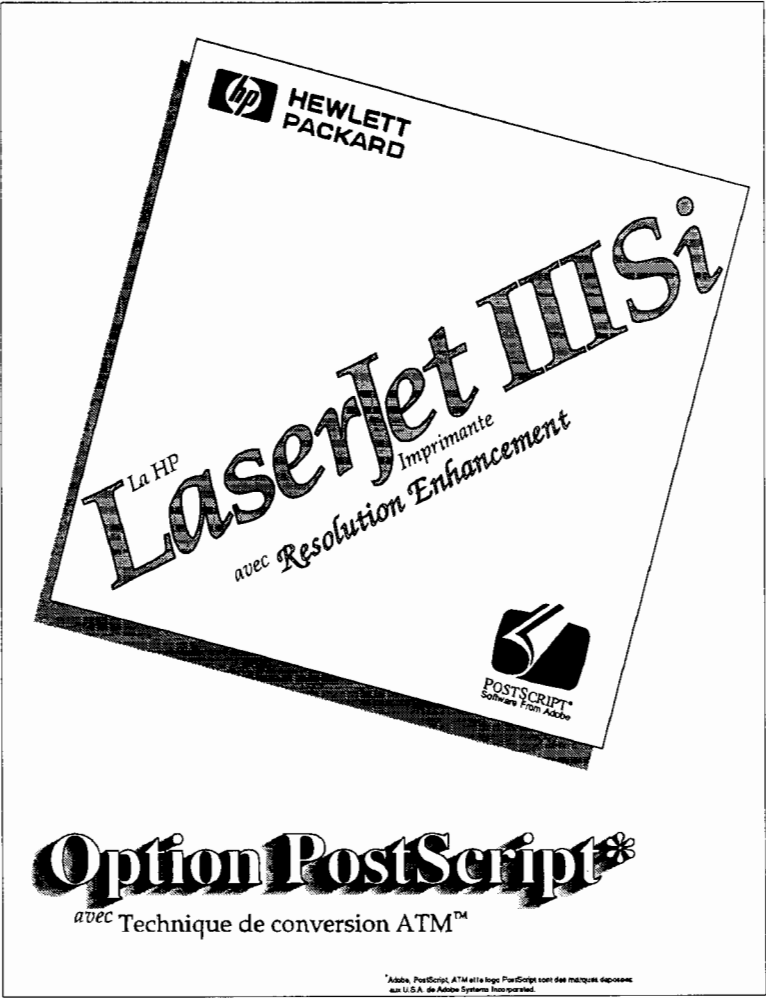

Figure 1-10. Page de début
7. La page de début s'imprime environ 30 secondes après la fin du préchauffage de l'imprimante. Voir la Figure 1-10.